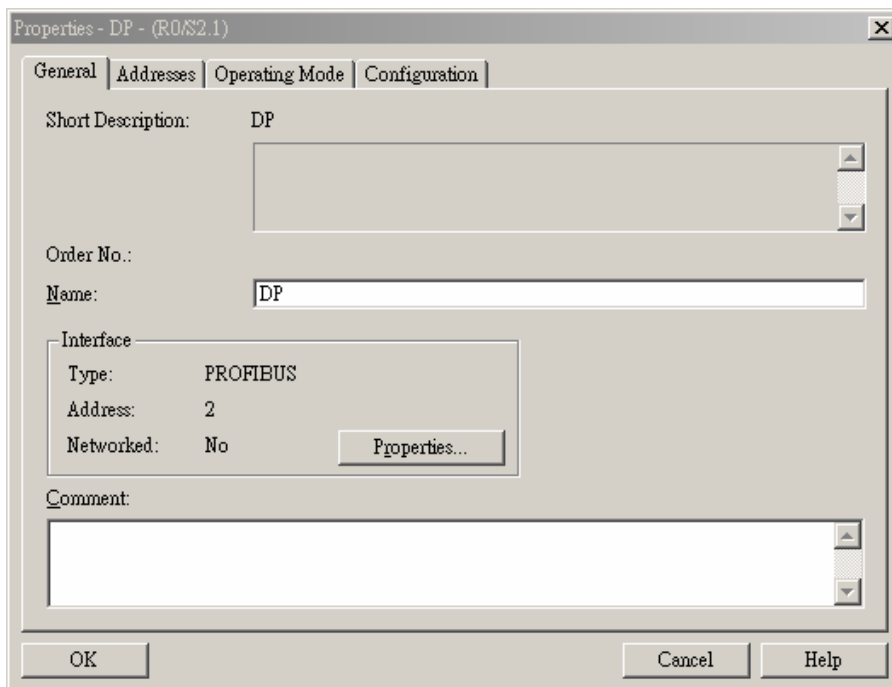

图 10-11
3. 在图 10-11 所示新出现的对话框中点击『Properties』按钮会出现一个新的对话框。